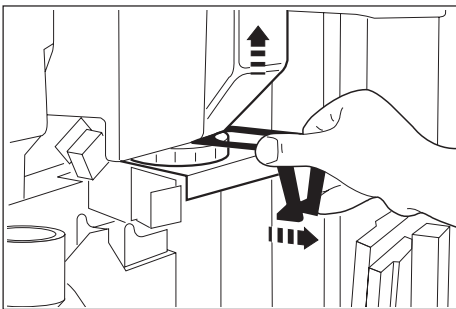

Abb. 31
- Die Kaffeebohnen sondern Öl ab, deshalb muß der Behälter regelmäßig gereinigt werden. Den Verschlusschieber (24) nach außen ziehen, damit der Behälter abgesperrt wird (Abb. 31). Den Behälter herausnehmen, in **lauwarmem** Wasser waschen, danach sorgfältig abgetrocknet und wieder montieren.